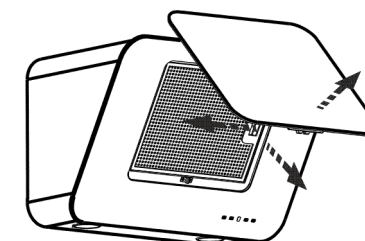

рис. 4
6.1.1 Перед установкой вытяжки снимите алюминиевый фильтр (рис. 4).
- потяните за нижний край откидной панели, как показано на рис.4 и откройте ее;
- снимите алюминиевый фильтр, для этого нажмите на пружинный замок фильтра и потяните его на себя (рис. 4);